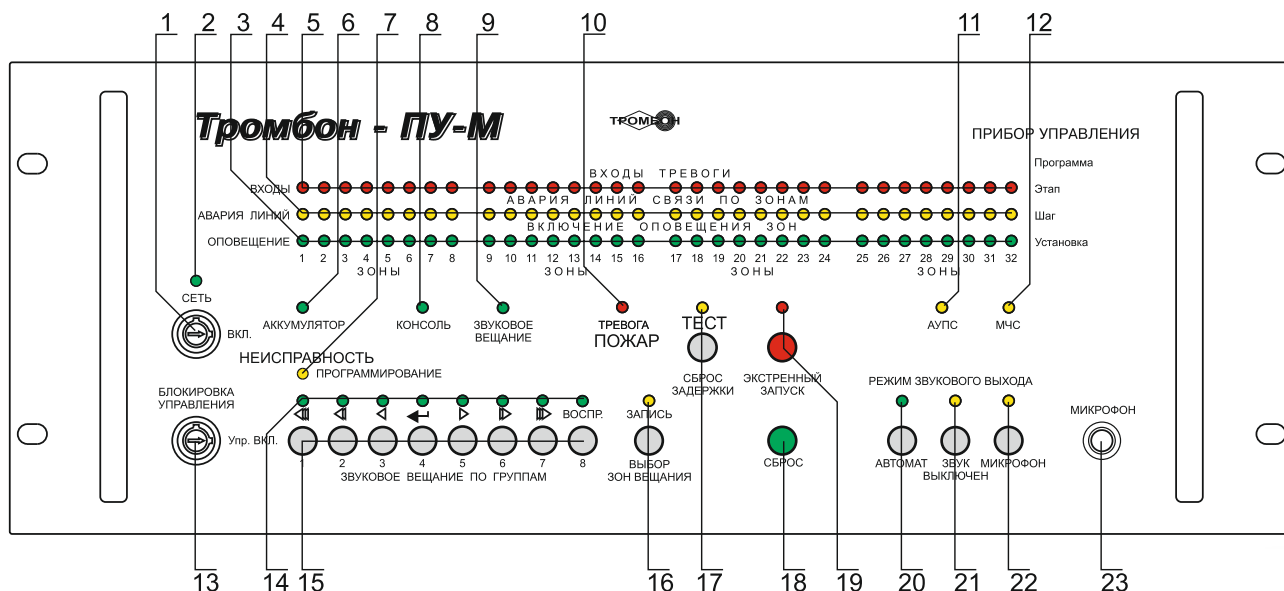

Рис. 1. Прибор управления «Тромбон – ПУ-М». Внешний вид, органы управления и индикации.
- Любые другие значения сопротивления линии связи, воспринимается Прибором как авария линии связи. ПУ зажигает на передней панели индикатор аварии линий (рис. 1, поз. 4) соответствующий номеру неисправной линии и периодически издает звук зуммера.